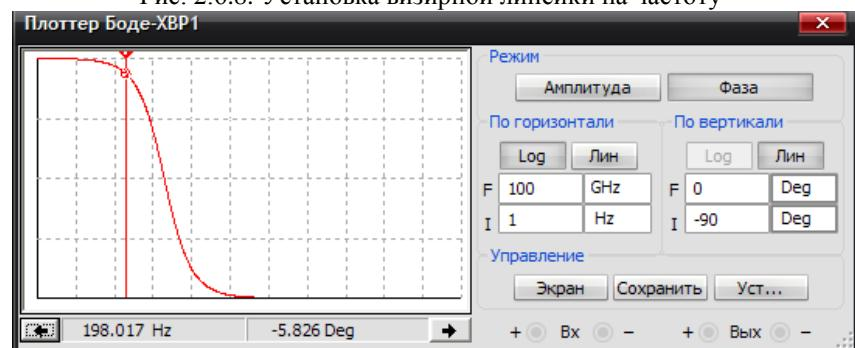

Рис. 2.6.9. Измерение фазы
18. Переведите прибор в режим измерения фазы и запишите результат  $\varphi$  (рис. 2.6.9).